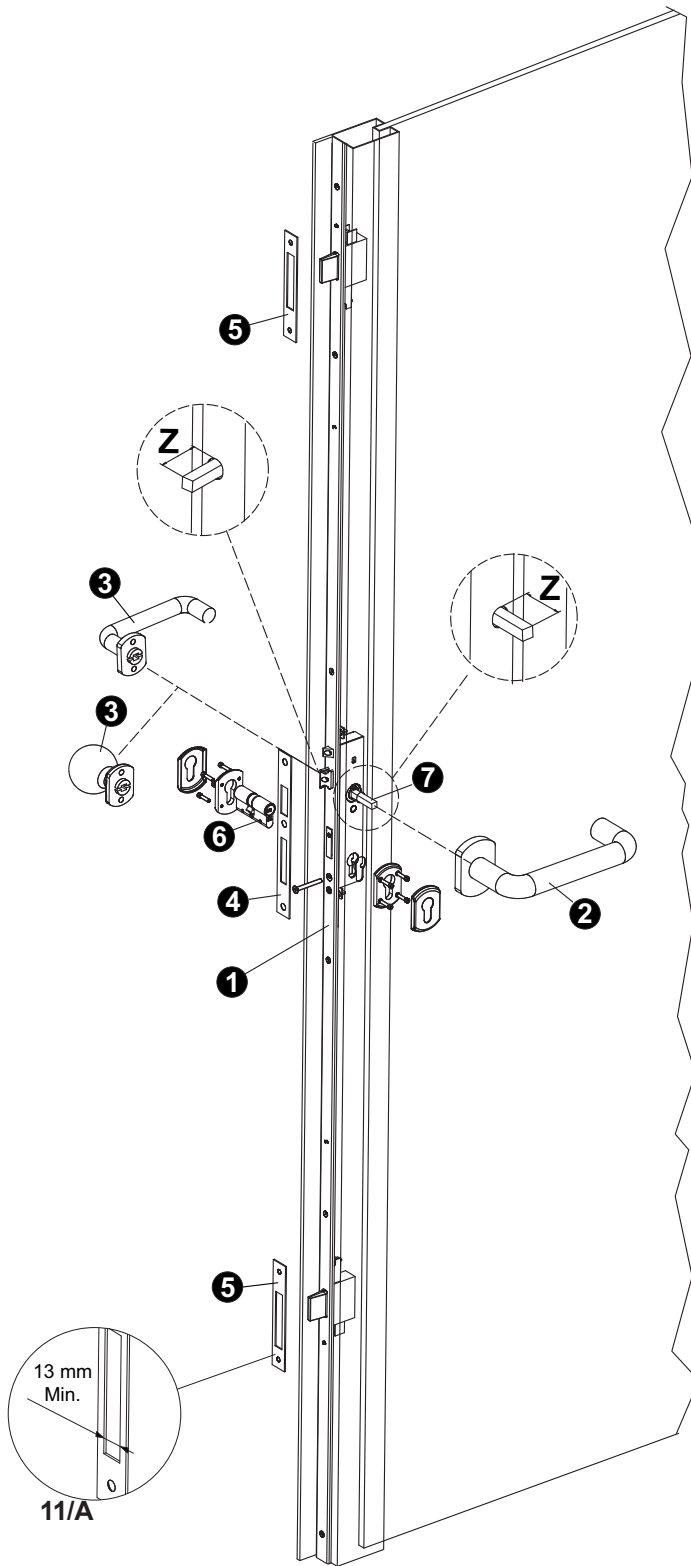

FIG. 11
Advertencia: El SISTEMA, certificado según la directiva 89/106/CE en conformidad con la Norma EN 179:2008 para las salidas de emergencia, debe estar compuesto e instalado con los artículos previstos por CISA (Fig. 11 - tabla 11/A); además, es necesario verificar que hayan sido respetadas las condiciones de regulación del punto 2.
b) Realice la instalación del sistema de cierre según el esquema de la Fig. 11.
- utilice solo cilindros con leva DIN (Fig. 11/A);
- utilice contraplacas con una anchura mínima para el paso del cerrojo de 13 mm (Fig. 11).
c) Instale el perno cuadrado definiendo la parte que sobresale del borde de la puerta (Fig. 11):